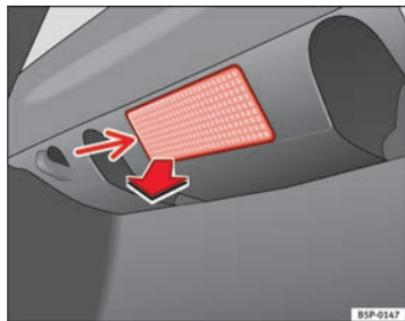

Fig. 157 Luz maletero
- Extraiga la tulipa haciendo presión sobre el borde de la parte interior de la misma -flecha- con ayuda de un destornillador por su parte plana ⇒ fig. 157.